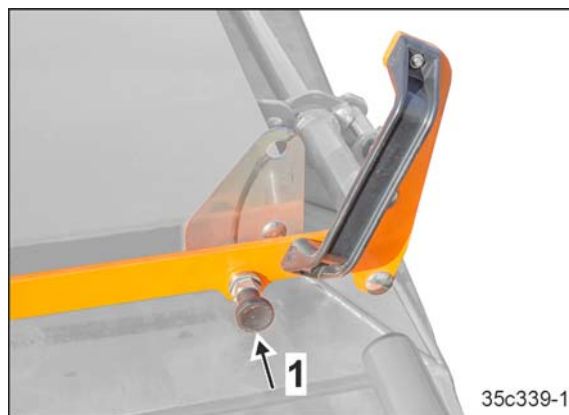

Fig. 260
4. Darauf achten, dass der federbelastete Bolzen einrastet (Fig. 260/1).